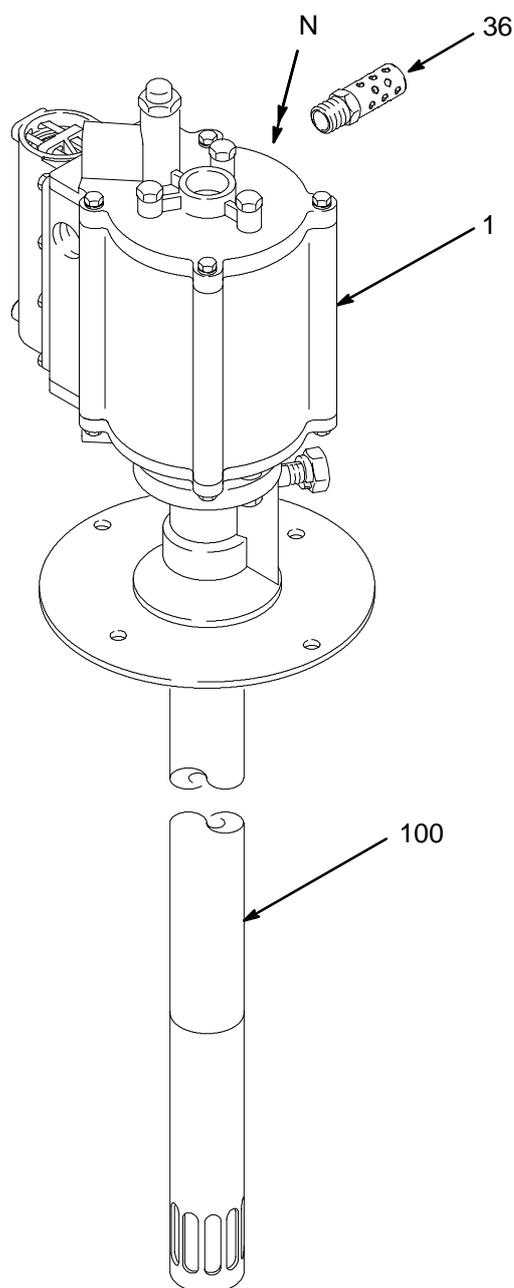

Fig. 1
Cet équipement comprend deux éléments principaux: le moteur pneumatique (1) et le bas de pompe (100). Voir Fig. 1. La pompe est un modèle en ligne. Cela signifie que le bas de pompe se visse directement sur le moteur sans tirants ni coupleurs. Le bas de pompe peut être immergé dans le produit objet du pompage.
S'assurer que le silencieux (36) est solidement monté sur la sortie d'échappement (N) avant la mise en marche de la pompe. Voir Fig. 1.